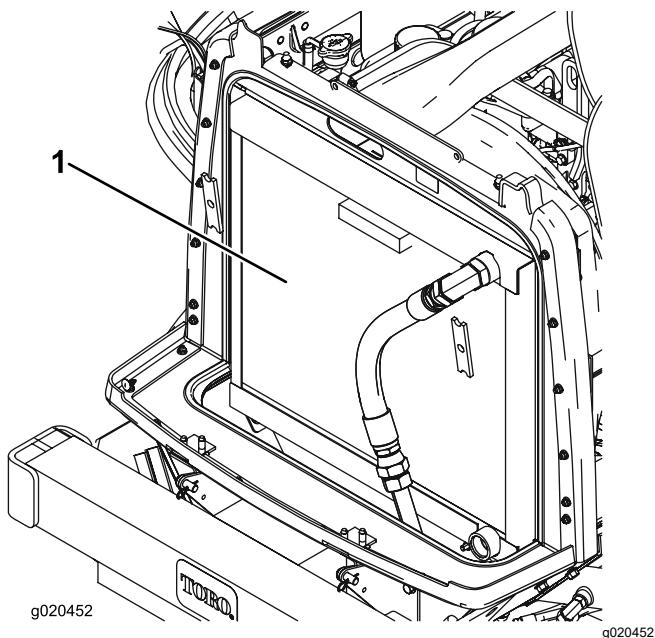

Bild 77
3. Reinigen Sie beide Seiten des Kühlers bzw. Ölkipper gründlich mit Druckluft (Bild 77).